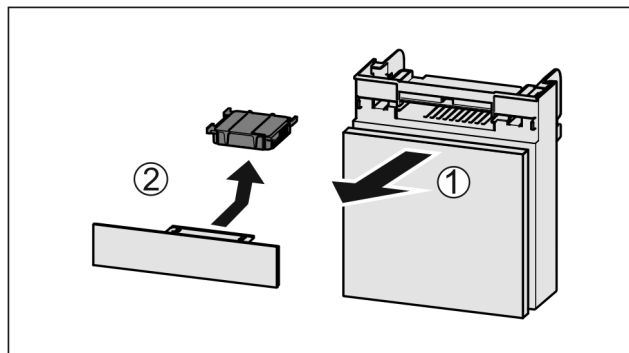

Fig. 162
- Estrarre il vano tirando in avanti Fig. 162 (1).
- Rimuovere il filtro a carboni attivi Fig. 162 (2).